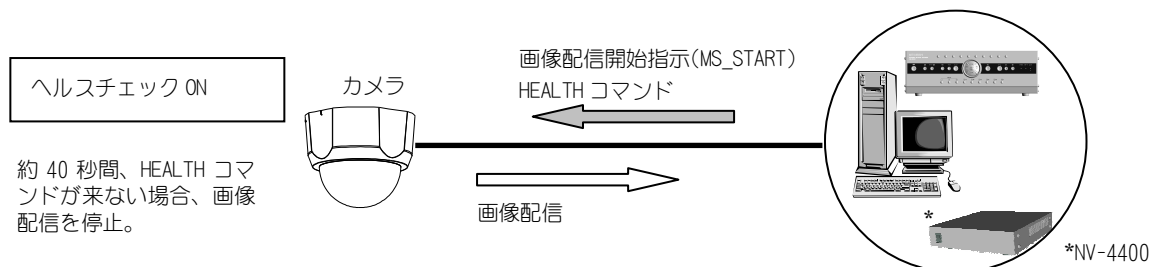

図 16-5 ヘルスチェック ON
- (1) ネットワークカメラは、図 16-5に示す様に配信開始コマンド(MS\_START)を受信すると、画像配信を開始します。
- (2) 以降、ネットワークカメラは HEALTH (ヘルス) コマンドを受信している間、画像配信を続けます。
- (3) ネットワークカメラは HEALTH コマンドが約 40 秒間送信されてこないと、画像配信を停止します。